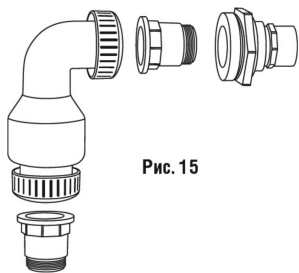

Рис. 15
- Обратный клапан Signature Series™ (включен в поставку набора принадлежностей для организации прудов Aquascape Pond Kits или может быть приобретен отдельно) поставляется с двумя переходниками, устанавливаемыми с каждого конца обратного клапана (см. Рис. 15). Один переходник закручивается непосредственно в насос, а другой — непосредственно в перегородку в задней части скиммера (см. Рис. 17). Подключить обратный клапан к перегородке и насосу на данном этапе (см. Рис. 18).